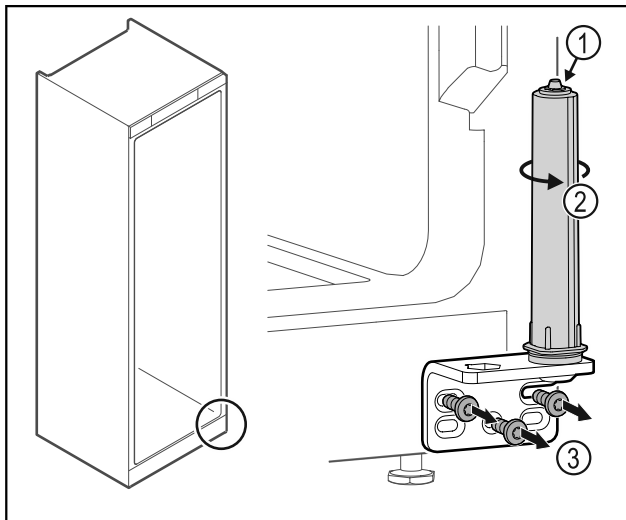

Fig. 28
- ▶ Deursluitsysteem Fig. 28 (1) niet uit elkaar halen.
- ▶ Sluitsysteem Fig. 28 (2) draaien tot het klikt.
- ▶ Scharnierhoek Fig. 28 (3) losschroeven.